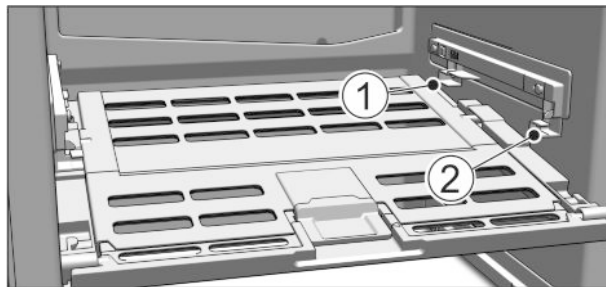

Fig. 17
- ▶ Colocar la tapa del cajón para conservación de frutas y verduras: introduzca los nervios de la tapa desde abajo en el soporte trasero Fig. 17 (1) y encájelos por delante en el soporte Fig. 17 (2).